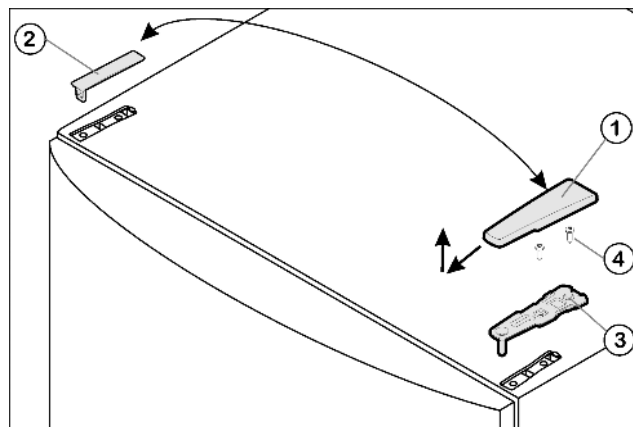

Fig. 4
- ▶ Afdekking Fig. 4 (1) naar voren en boven wegtrekken.
- ▶ Afdekking Fig. 4 (2) eraf nemen.
- ▶ Bovenste lagerbus Fig. 4 (3) losschroeven (2 maal Torx® 25) Fig. 4 (4) en naar boven eraf trekken.
- ▶ Plaats de bovenste lagerbus Fig. 4 (3) aan de nieuwe scharnierkant in de deur.
- ▶ Bovenste lagerbus **goed (met 4 Nm)** vastschroeven (2 maal Torx® 25) Fig. 4 (4). Steek de schroefgaten indien nodig voor of gebruik de accuschroevendraaier.
- ▶ Afdekking Fig. 4 (1) en afdekking Fig. 4 (2) elk op de tegenoverliggende zijde van buiten aanbrengen en vastklikken.